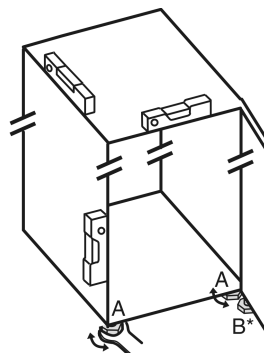

Fig. 8
- ▶ Az állítható lábakat Fig. 8 (A) a mellékelt villáskulccsal és egy vízmérce segítségével csavarja ki addig, amíg a készülék szilárdan és egyenesen be nincs igazítva.
- ▶ A csapágybak állítható lábát Fig. 8 (B) a mellékelt villáskulccsal csavarja ki úgy, hogy a padlón feküdjön.
- ▶ Az állítható lábat Fig. 8 (B) forgassa tovább 90°-kal.